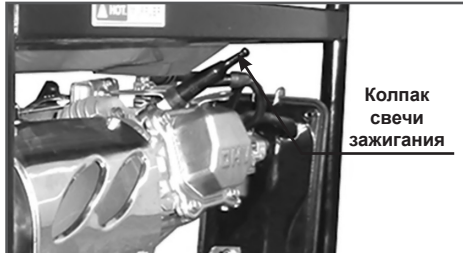

Рис.12 Место расположения свечи зажигания
1. Отсоедините колпак свечи зажигания и удалите грязь вокруг свечи зажигания (Рис.12).